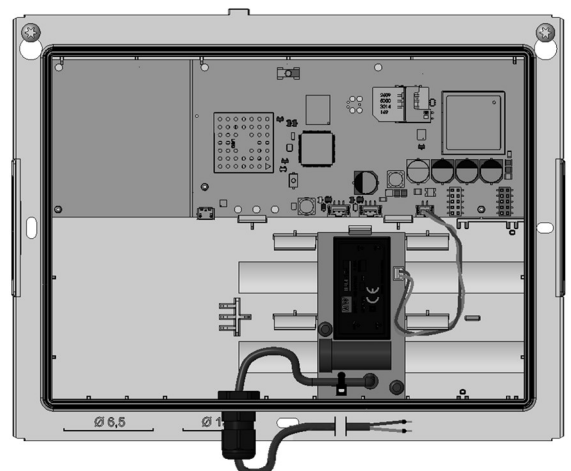

Abb. 4 Gateway Innenansicht
- Am Gateway-Gehäuse befinden sich unten links unter anderem zwei große verschlossene Durchführungen, die für die Montage der PG-Verschraubung genutzt werden können (siehe Abb. 4). Schraubendreher an der gewünschten verschlossenen Durchführung ansetzen und Verschluss durchstoßen.
- Die Sechskantmutter von der PG-Verschraubung entfernen und die PG-Verschraubung von außen durch die offene Durchführung stecken. Die Sechskantmutter wieder auf das Gewinde schrauben. Mit einem Gabelschlüssel (15) leicht anziehen. Wenn nötig mit einem zweiten Gabelschlüssel (15) kontern.
- Die Vorderkante der Netzteilplatine in die Aussparung an der Gehäuseinnenseite einsetzen (Position der Platine siehe Abb. 4). Platine in Rasthaken einrasten.